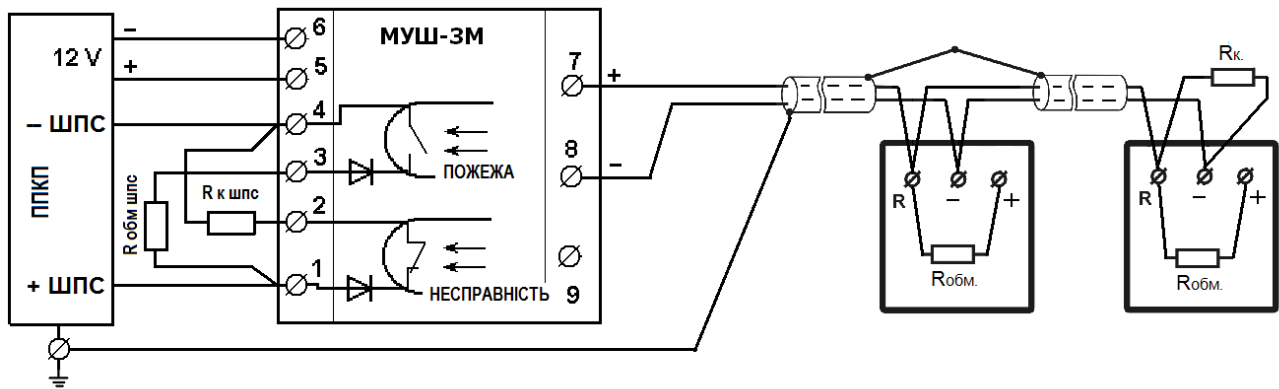

Рис. 5 Схема підключення сповісуювачів до чотирипровідного постійнострумового ШПС за допомогою модуля МУШ-3М
6.6 Схема підключення сповіщувача до ППКП з чотирипровідним ШПС вказана на рис. 5 - рис. 7.